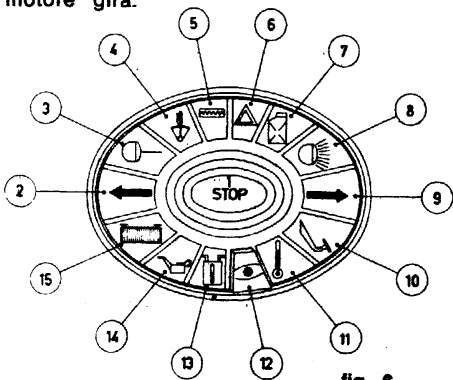

fig. 6
- 4 - Bloc voyants d'alarme (voir fig. 6).
- 4 - Warning lights set (fig. 6).
BLOCCO SPIE D'ALLARME (fig. 6)
BLOC VOYANTS D'ALARME (fig. 6)
WARNING LIGHTS SET (fig. 6)